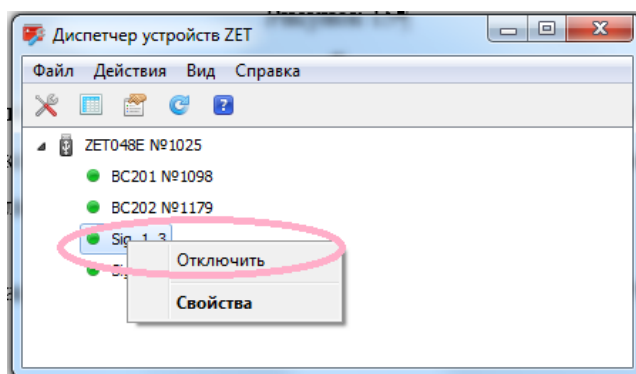

Рисунок 16
- неиспользуемые каналы рекомендуется отключить, для этого в окне «Диспетчер устройств ZET» вызвать правой кнопкой мыши контекстное меню канала №3 (Sig\_1\_3) регистратора и выбрать в нем «Отключить» (Рисунок 16), по аналогии произвести отключение для канала №4 (Sig\_1\_4);